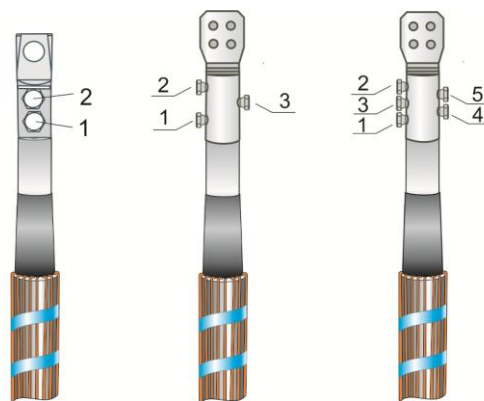

Рис.12А) Рис.12Б) Рис.12В)
**12.** Снять фазную изоляцию с жилы кабеля на расстоянии, равном внутренней длине цилиндрической части наконечника. Надвинуть наконечник и сорвать головки болтов в соответствии с Рис.12.